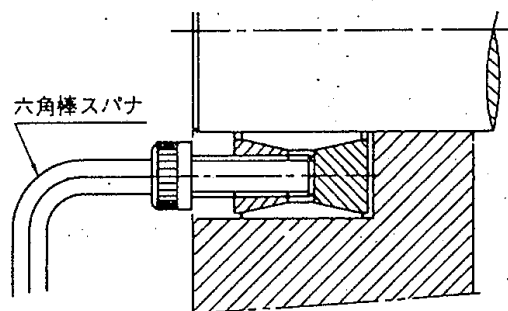

図4 取はずし
- すべてのボルトをゆるめても締結状態のまま動かない場合は、取はずし用ねじ穴(図1)にボルトを入れ、締込んでいきますとロックがはずれます。(図4参照)